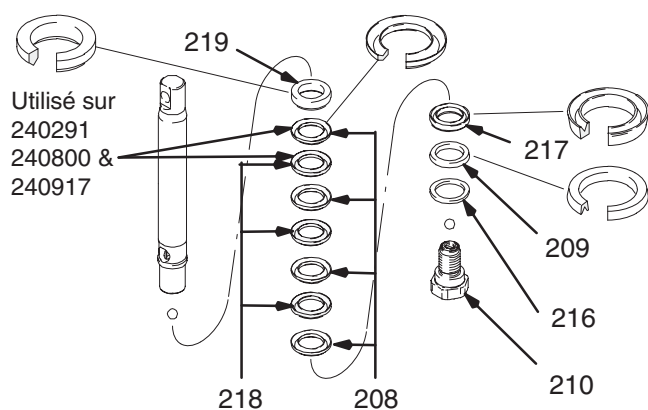

Fig. 13
Fig. 13. Faire tremper tous les joints en cuir dans de l'huile SAE 30W pendant 1 heure au minimum avant le montage. Enfiler la bague mâle (219) sur la tige de piston. Enfiler alternativement les joints en UHMWPE (208) et en cuir (218) (attention au sens) sur la tige de piston. Monter la bague femelle (217). Monter la rondelle d'appui (216) et le joint en U (209) (attention au sens) sur la soupape de piston (210). L'enduit d'étanchéité spécial recouvrant le filetage de la soupape de piston est bon pour quatre changements de joints. Enduire le filetage de la soupape de piston de Loctite® après le quatrième changement de joints.